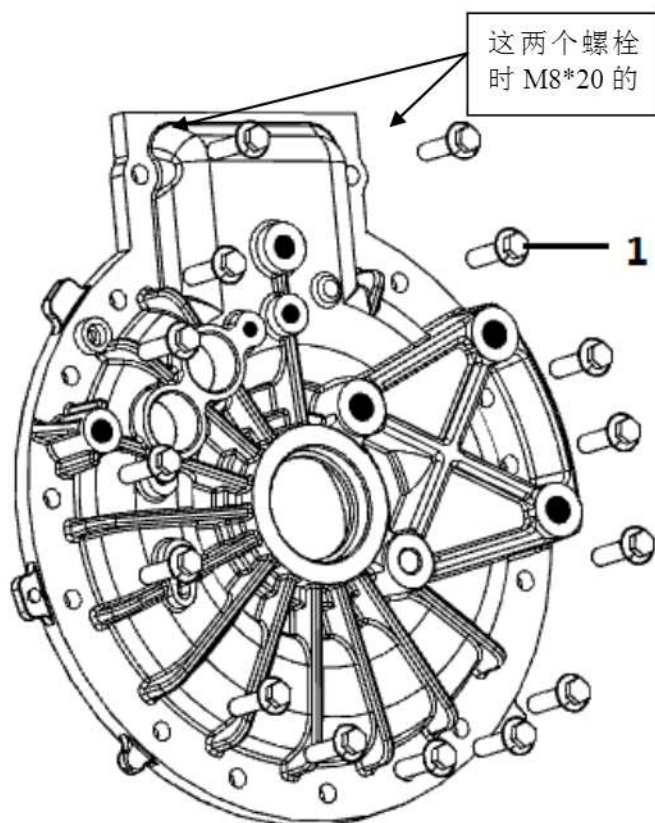

图5
①用扳手将法兰面螺栓扭下。
②用专用工具将端盖从壳体上取下来。由于之前装端盖时在接合面处涂抹了密封胶，在端盖拆下后要对电机内部进行清洁，不得让异物掉入电机内部。
④ 对电机内部进行维修完毕后，要对端盖进行安装。安装端盖时：先在箱体接合面处涂抹上密封胶，利用定位销对端盖与箱体进行定位，然后用扭力扳手将M8*30法兰面螺栓（1）扭紧，力矩25N。（见图5）